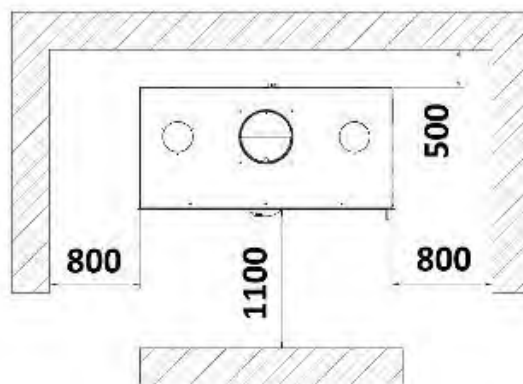

FIG. 8
- Mantenha afastado qualquer material combustível (móveis, cortinas, roupa, etc.), a uma distância mínima de segurança de 0,90 m. (Fig. 8)